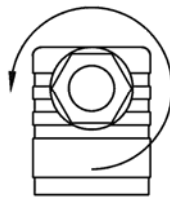

Fig. 9
- ⇒ Loosen the screw connection PG 9 (pos. 5, Fig. 9).